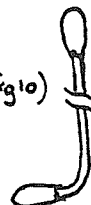

fig 10
- Se servir d'un coton-tige plié à l'équerre à une extrémité (fig 10)
6) Vérification du chemin de roulement du chariot positionneur. (Fig 10)